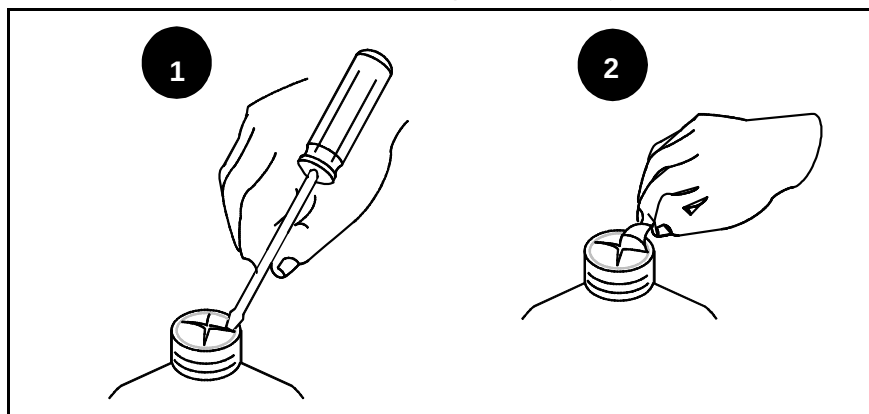

Figura 6-1. Cómo Abrir una Botella de Fluido
2. Destornille el tapón de la nueva botella de fluido y tire el tapón. Corte el papel metálico y quítelo de la botella, tal y como se muestra en la Figura 6-1 abajo.
2. Desconecte el interruptor de energía CA (Vea la Figura 6-1 para la conocer la ubicación del Interruptor de Energía CA).